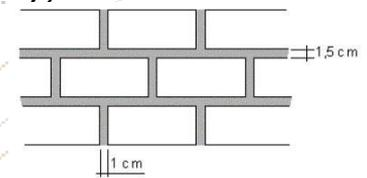

Figura 12. Juntas desencontradas.
- 8.** Assentar os tijolos utilizando juntas verticais e horizontais (Figura 12);